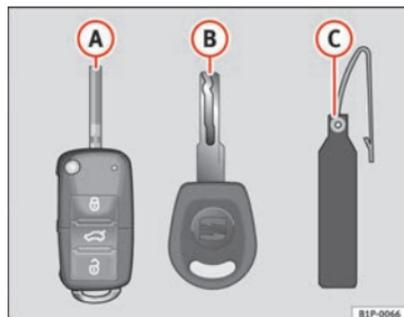

Fig. 63 Juego de llaves
- una llave con mando a distancia ⇒ fig. 63 A con espadín desplegable,